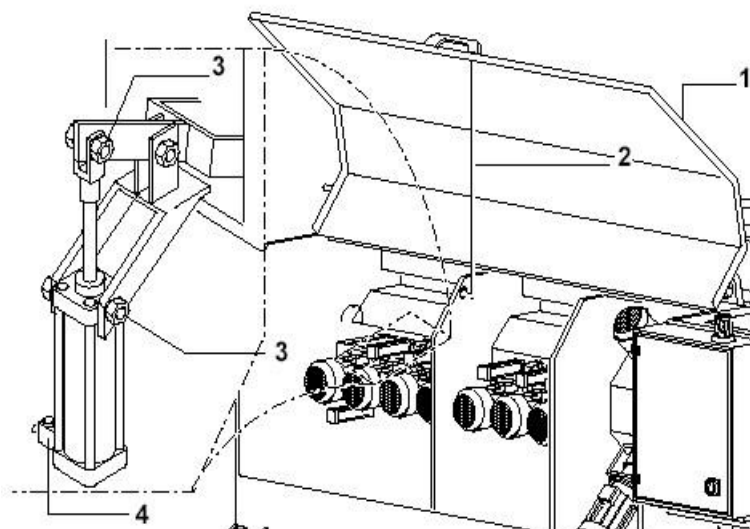

Fig. 51
4. Dévisser les boulons d'enclenchement au système des leviers (Fig. 51/3) et remplacer le piston.